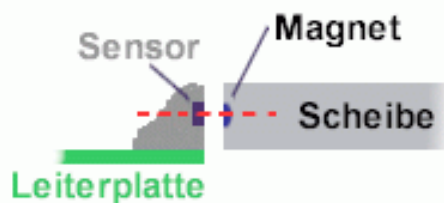

Abbildung 6 Korrekte Ausrichtung von Magnetring und Sensor.
- Dabei darauf achten, dass sich die Magnete in dem Magnetring auf Höhe des Sensors befinden, siehe Abbildung 6.